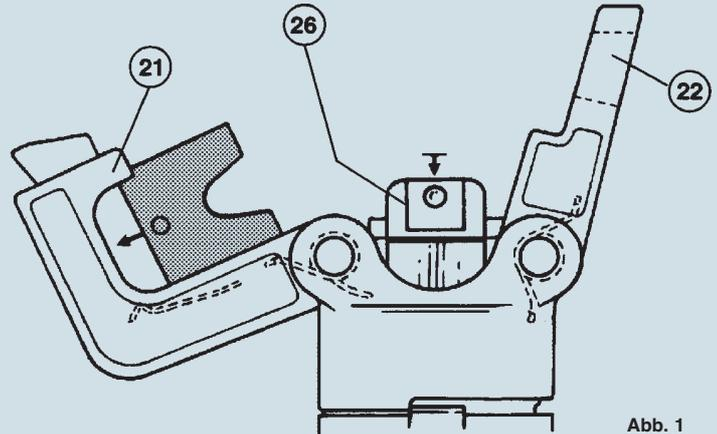

Abb. 1
"GEHT DURCH" - Das Ende (GO) der Lehre wie in der Abbildung 1 gezeigt einführen. Die Lehre muß ungehindert zwischen den Spitzen der "Indenter" durchgeführt werden können.
Setzen Sie die entsprechenden Presseinsätze wie in Abbildung 1 dargestellt, in die vorgesehene obere (21) und untere Halterung (26) ein. Ein Presseinsatzpaar besteht jeweils aus zwei identischen Presseinsätzen.
„GEHT DURCH“ – grünes Ende der Lehre wie dargestellt einführen (Abb. 1)